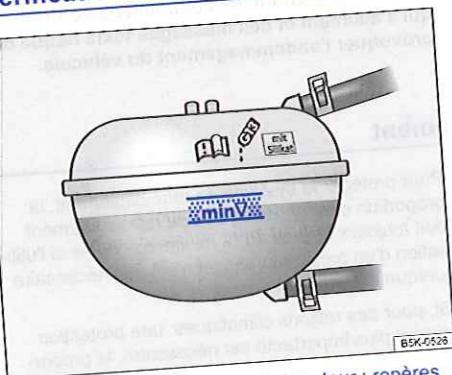

Fig. 211 Dans le compartiment-moteur : repères sur le vase d'expansion du liquide de refroidissement.
- Lorsque le moteur est froid, vérifiez le niveau de liquide de refroidissement à l'aide des repères latéraux du vase d'expansion de liquide de refroidissement → **fig. 211**. Le niveau de liquide de refroidissement doit se situer entre les repères.
- Faites l'appoint uniquement avec du liquide de refroidissement **neuf** conforme aux spécifications de Volkswagen (→ page 343) → **①**.
- Le niveau de liquide de refroidissement doit se situer entre les repères du vase d'expansion → **fig. 211**. En rétablissant le niveau, ne déposez pas le bord supérieur de la zone repérée → **①** !
- Si en cas d'urgence, aucun liquide de refroidissement conforme aux spécifications (→ page 343) n'est disponible, n'utilisez pas d'autre additif de liquide de refroidissement ! Ne faites d'abord l'appoint qu'avec de l'eau distillée → **①**. Faites ensuite préparer le plus rapidement possible la proportion de mélange adéquate avec l'additif de liquide de refroidissement prescrit → page 343.
① MISE EN GARDE
- Ne faites l'appoint de liquide de refroidissement que jusqu'au bord supérieur de la zone repérée \Rightarrow fig. 211. Le surplus de liquide de refroidissement est sinon refoulé, une fois chauffé, hors du circuit de refroidissement et peut entraîner des endommagements.
① MISE EN GARDE (suite)